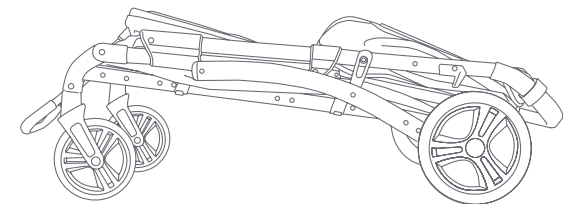

Fig. 7c
- For a compact fold ensure all fabric parts are tucked in neatly (Fig. 7c).
- Para un pliegue compacto, asegúrese de que todas las piezas de tela estén cuidadosamente metidas (Fig. 7c).
- Pour un pliage compact, vous assurer que toutes les pièces en tissu sont soigneusement rentrées (Fig. 7c).